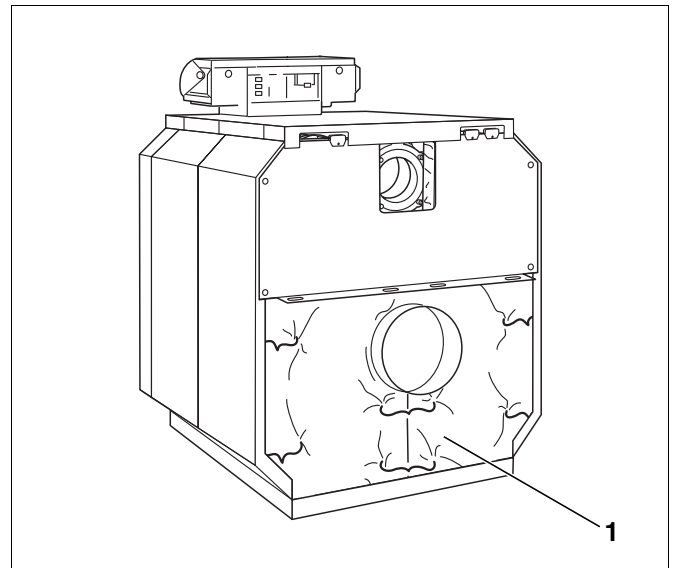

Abb. 76 Hintergliedwärmeschutz zusammenziehen
- Hintergliedwärmeschutz herunterklappen und mit der Spannfeder unterhalb des Abgasstutzens zusammenziehen (Abb. 76, **Pos. 1**).